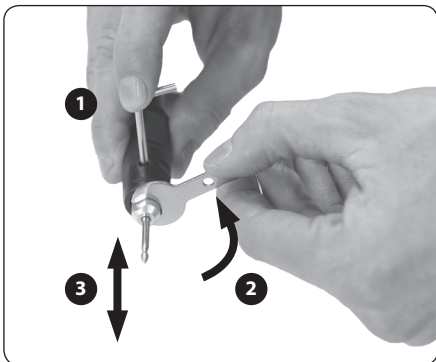

Abb. 6
- a) **Stecken Sie den Bolzen so in die Öffnung im Griff, dass er in die Öffnung in der Welle gelangt, und dass es somit zur Blockierung der Drehbewegung der Welle kommt (Abb. 6).**
- b) **Lösen Sie bei arretierter Welle mit Hilfe des Schlüssels die Mutter der Spannzange und nehmen Sie das Arbeitswerkzeug heraus. Im Falle des Austausches der Spannzange für die Befestigung des Schaftes mit einem anderen Durchmesser des Werkzeuges schrauben Sie die Mutter ganz heraus, und tauschen Sie die Spannzange je nach Bedarf aus (Abb. 6).**